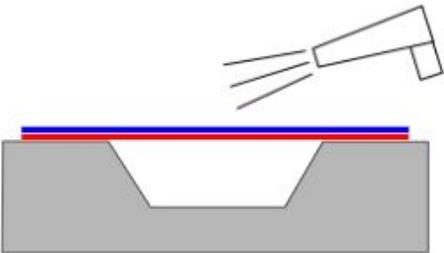

Fig.2
- 2) Caliente el material entre  $35^\circ\text{C}$  y  $50^\circ\text{C}$  para ablandarlo y facilitar así el proceso de incrustado. Fig.2